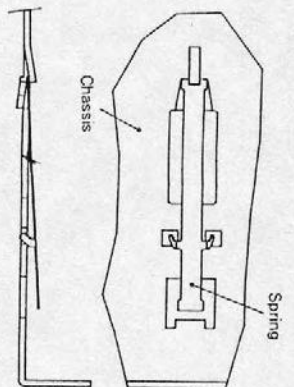

Fig. 6
1. Place the spring onto the chassis as show in Fig. 6
1. 図6に示す様、スプリングをシャーンに置きます。